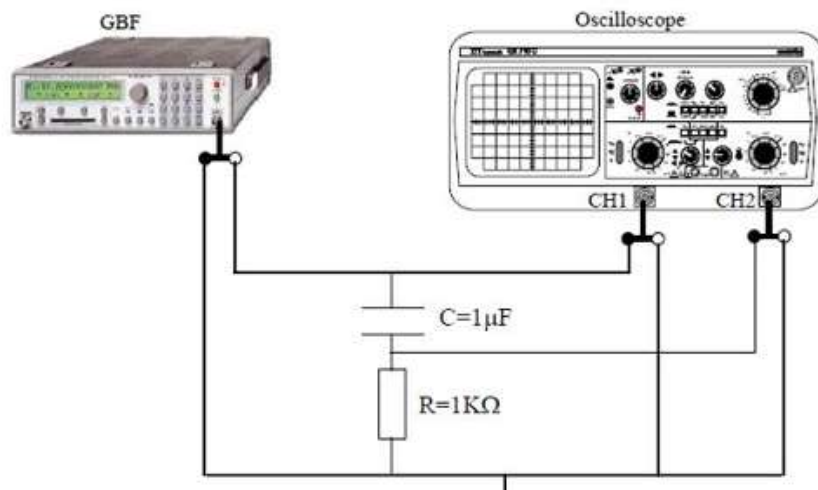

Figure 2 : Visualisation de signaux d'un circuit RC
- Réalisez le montage de la figure 2